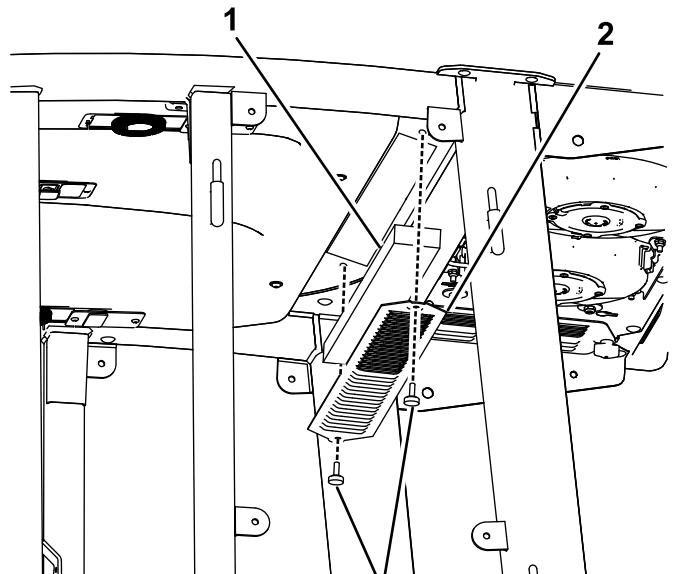
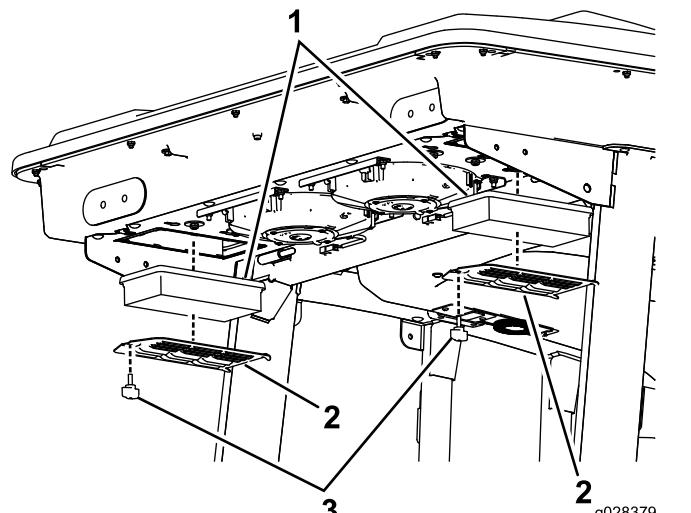

図 133
図 134
1. 室内用と後部用のエアフィルタからねじを外して格子を外す**図 133**と**図 134**。